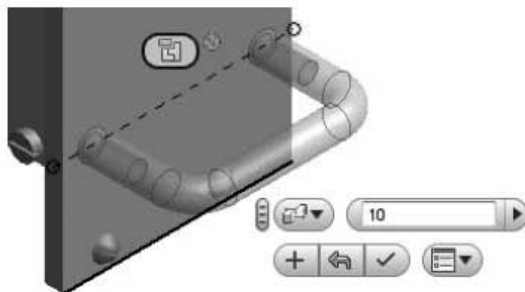

Рис. 9.89. Задание расположения ручки
21. Установите ручку. Выберите команду ленты Сборка ▶ Позиция ▶ Зависимость . Выделите в браузере, раскрыв дерево построения ручки, ось X. Нажмите на появившейся рядом с выделенным изображением оси X кнопку Сборка . Используя зависимость Совмещение, установите ручку на расстоянии **10 мм** от нижней кромки ПП (рис. 9.89).